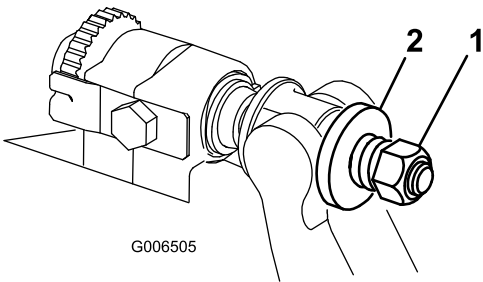

Figure 38
- Serrez l'écrou de tension du ressort jusqu'à ce que les spires soient jointives, puis desserrez-le de 1/2 tour (Figure 38).